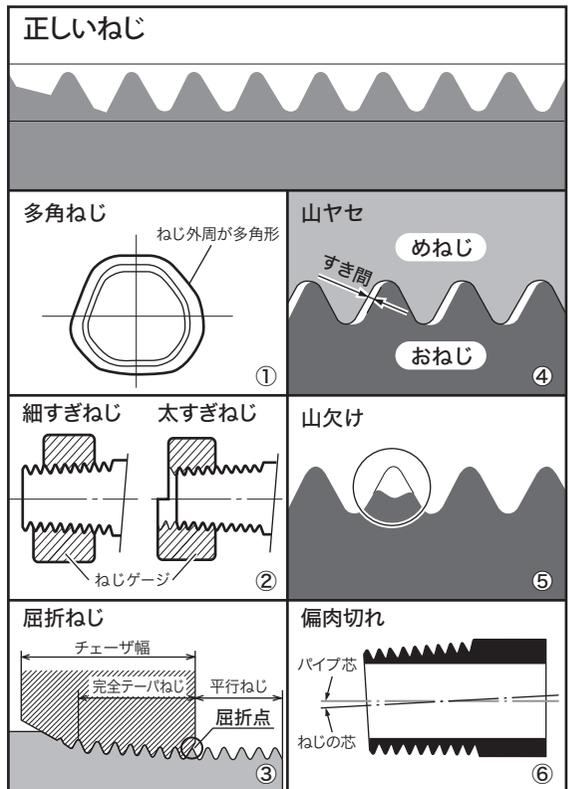

図 51
■悪いねじについて (図 51)
①多角ねじ (図 51-①)
②ねじ径の細すぎ、太すぎ (図 51-②)
③屈折ねじ (手動切上ダイヘッドの場合) (図 51-③)
④切られたねじの山ヤセ (図 51-④)
⑤切られたねじの山欠け (図 51-⑤)
⑥パイプに対してのねじの偏肉切れ (図 51-⑥)